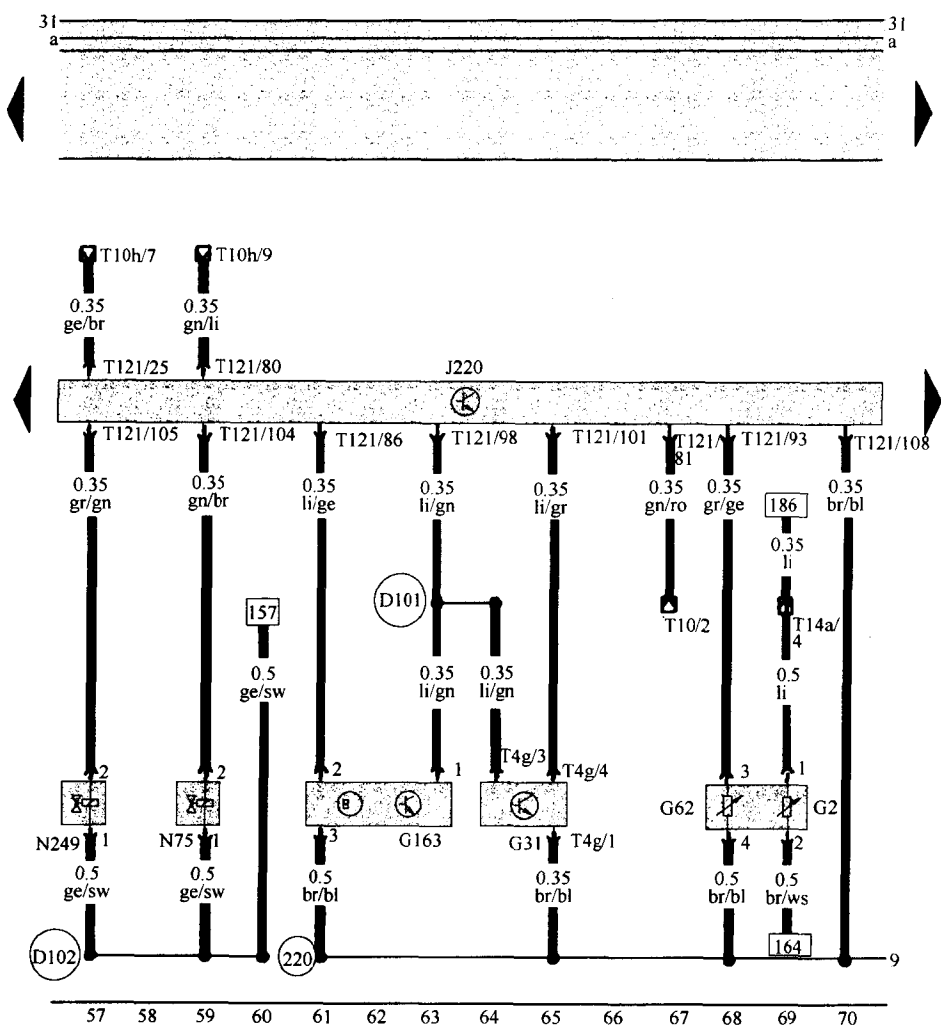

图 1-8 多点喷射系统电路图
(8) 多点喷射控制单元,冷却液温度传感器,霍尔传感器,增压压力传感器,增压压力控制电磁阀,涡轮增压器空气分流阀(ARZ 发动机)(如图 1-8 所示)